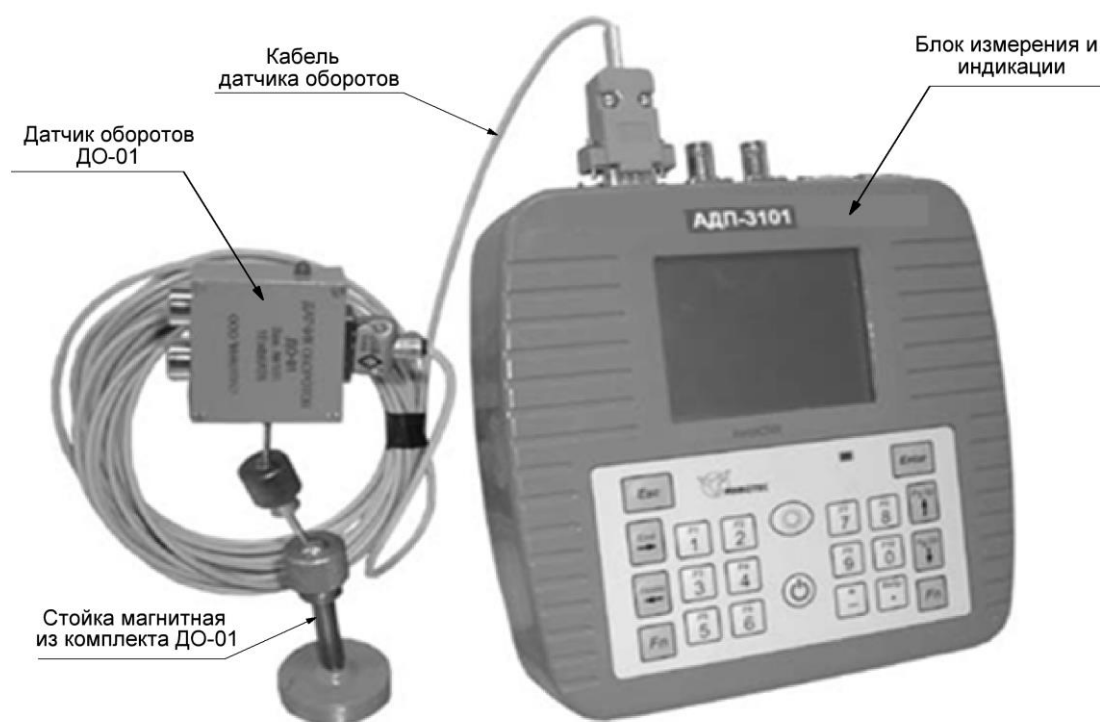
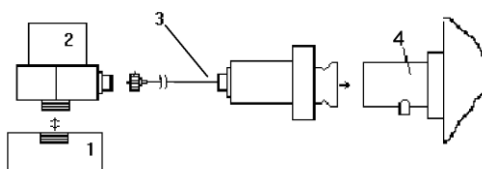

Рис.1. Общий вид прибора АДП-3101 в базовой комплектации.
Рис.3 Установка на магнит и подключение вибропреобразователей к прибору АДП-3101:
Сборка рабочей схемы прибора АДП-3101 для каждого канала измерения осуществляется в соответствии с рис.3 и зависит от типа применяемого вибропреобразователя.
Установка вибропреобразователей на объект исследования осуществляется с помощью магнитов или шпилек, которые прикручиваются к вибропреобразователям. Соединение вибропреобразователей с прибором осуществляется антивибрационным кабелем (3) длиной до 100 метров, подключаемым к разъемам BNC-BJ2 (входы 1,2) (рис.3). Для подключения высоко- и низкоимпедансных вибропреобразователей к разъемам 4-pin LEMO (входы № 3,4) может использоваться кабельный переходник LEMO-BNC из комплекта поставки. Схемы подключения к разъемам 4-pin LEMO (входы № 3,4) других типов датчиков см. в Приложении Б. Подключение датчика оборотов при проведении балансировки и измерении числа оборотов роторов объектов осуществляется согласно рис.1.